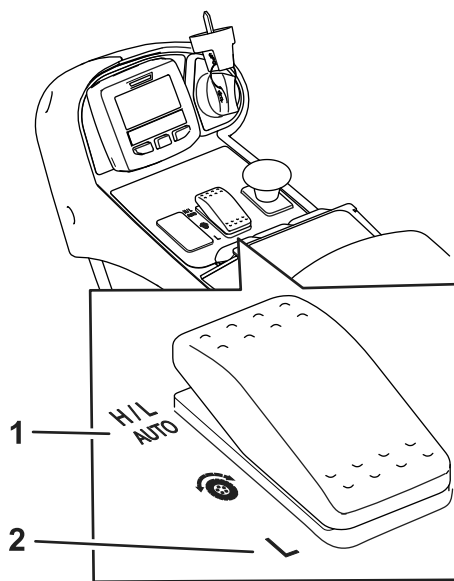

Рисунок 27
- В нормальных рабочих условиях машину следует эксплуатировать при положении переключателя диапазона скоростей H/L AUTO (ВЫС./НИЗК. – АВТОМ. РЕЖ.) (Рисунок 27). Это положение позволяет машине автоматически переключаться между диапазонами низких и высоких скоростей в зависимости от ее применения для скашивания или транспортировки.
- При выборе положения переключателя диапазона скоростей Low (Низкий) (Рисунок 27) машина всегда будет работать в диапазоне низких скоростей. Эту настройку предпочтительно использовать в мастерской, при погрузке на прицеп и выгрузке с прицепа, при движении вверх по крутым склонам или при любых других операциях, когда нежелательно применять более высокие значения скорости тягового привода диапазона высоких скоростей.
Данная машина имеет 2 диапазона скоростей тягового привода: низкий и высокий. Можно выбрать перечисленные ниже положения переключателя диапазона скоростей (Рисунок 27).
максимальные значения скорости для диапазонов низких и высоких скоростей (Рисунок 27).